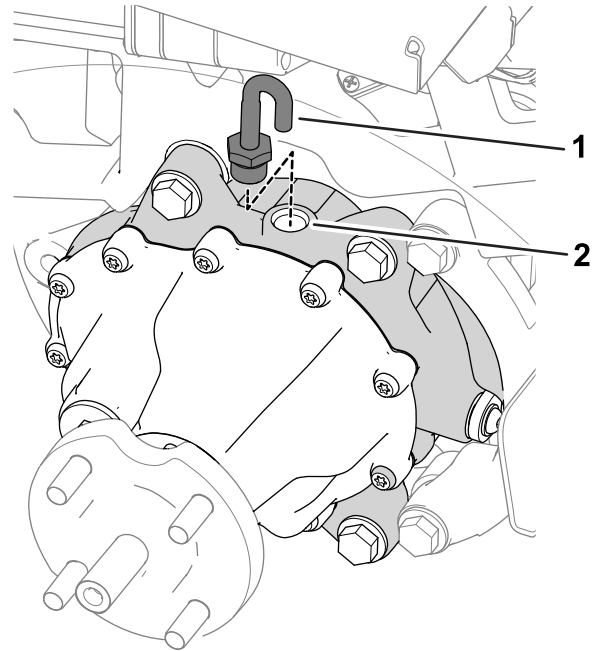

図 9
1. ギアボックス上部から換気ホースとフィッティングを外す 図 9。
3. 給油ポートに換気ホースとフィッティングを取り付ける 図 9。